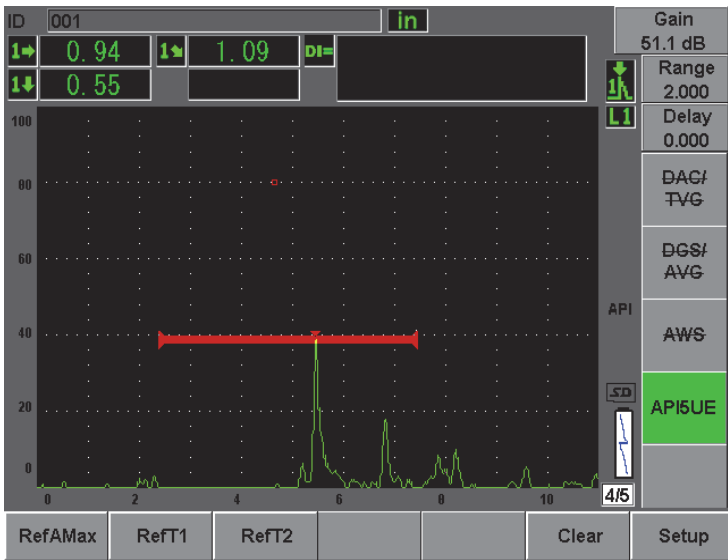

图 12-27 存储 T₂ 点
9. 按 **[P3] RefT2**，收集下降沿峰值下降 6 dB 位置的数据，并将这个值指定为 T_2 （参见第 261 页的图 12-27）。